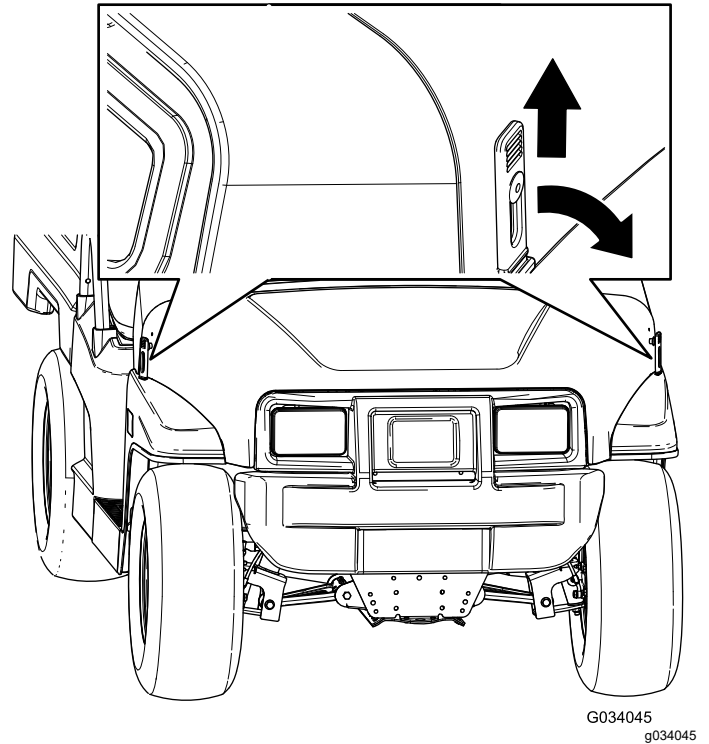

图 24
1. 向上提起引擎盖两侧橡胶门锁上的手柄 图 24。
2. 将橡胶门锁与引擎盖两侧的锁锚对齐固定引擎盖 图 24。